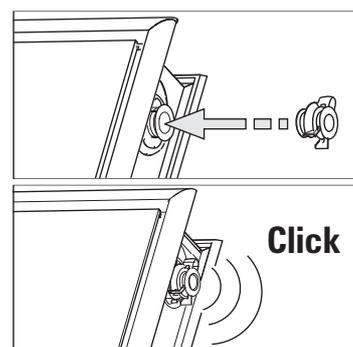

Fig. 3-28 Introducir las tapas finales
9. Colocar las tapas finales en los tubos de conexión del colector todavía abiertos hasta que encajen las garras de retención (fig. 3-28).